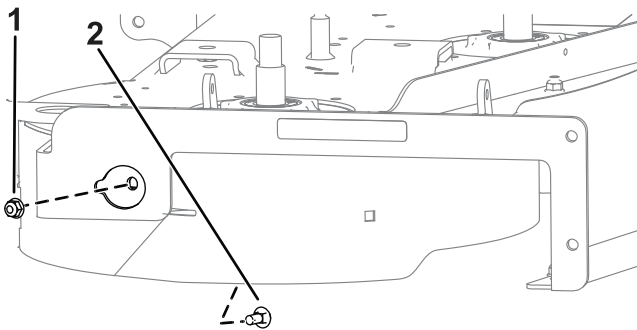

Figura 3
2. Sujete el lado derecho del deflector derecho con 1 perno de cuello cuadrado (5/16" x 3/4") y 1 tuerca (5/16"), como se muestra en la Figura 3.